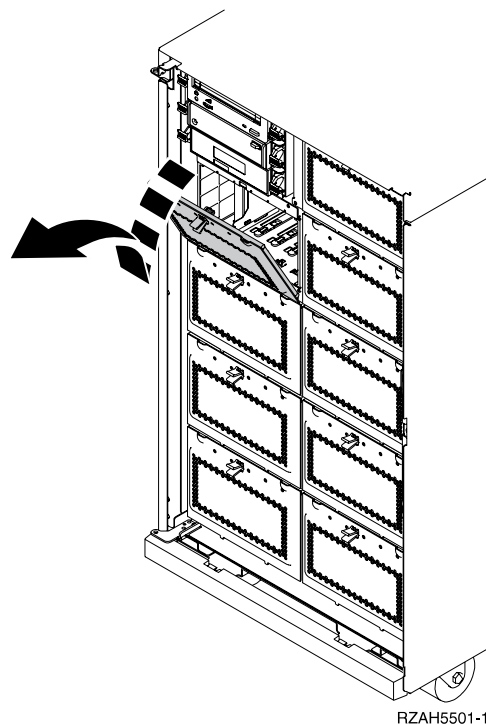

Figure 37. Retrait du cache du boîtier de l'unité de disques
- ___ 14. En vous aidant de la figure 37, retirez le cache du boîtier de l'unité de disques.